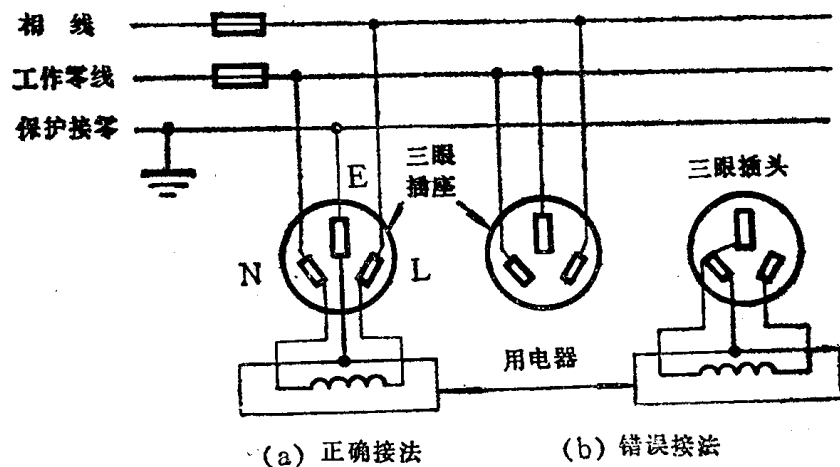

图1-6 三眼插头座的接法
- (1) 电源线虚焊，造成在运输、使用过程中开焊脱落，搭接在金属件上而同外壳连通。
- (2) 工艺不良，产品本身带隐患。例如，用金属压片固定电源线，压片有尖棱或毛刺，容易在压紧或振动时损坏导线绝缘层。
- (3) 接线螺钉松动，造成电源线脱落。
- (4) 设备长期使用不检修，导线绝缘老化开裂，碰到外壳尖角处，形成通路。
- (5) 错误接线。有人在更换外壳接保护零线设备的插头、插座时，错误连接。如图1-6(b)所示。结果造成外壳直接接到电源火线上（注意：此时设备运行是正常的，不容易引起人的注意）。